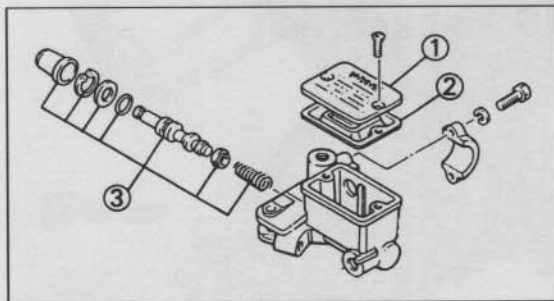

Bild 199
- Feder und Kolben in Bremszylinder einbauen. Darauf achten, dass Dichtlippen nicht umgewendet werden. Feder so einsetzen, dass ihr breites Ende innen liegt (Bild 199).